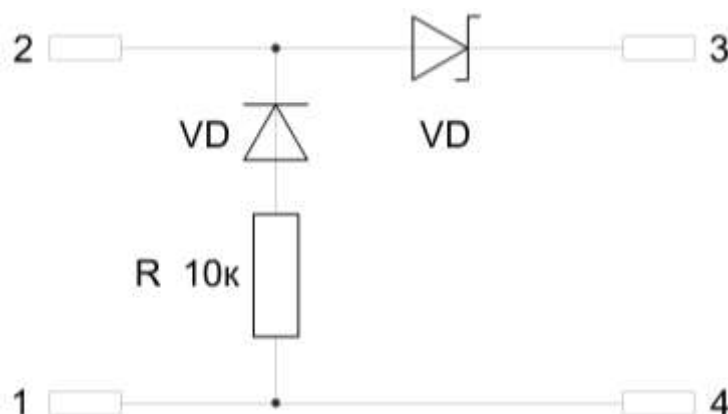

Рис. 10. Оконечный элемент ОЭ5. Схема.
- ОЭ5 (НЛВТ.425533.129-06), Рис.5, Рис.10 – оконечный элемент, предназначенный для обеспечения контроля на обрыв цепи релейного выхода модуля исполнительных устройств.